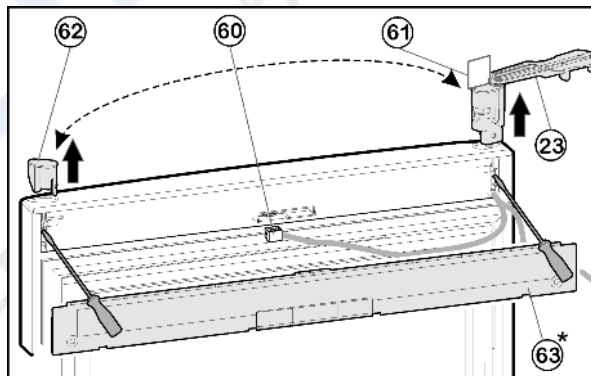

Fig. 11
- ▶ С помощью отвёртки выведете из зацепления крышку Fig. 11 (62) на дверце.
- ▶ Отсоедините разъем Fig. 11 (60).
- ▶ На верхней дверце поверните опорный кронштейн Fig. 11 (23) наружу параллельно краю дверцы.
► При помощи отвертки вытолкните опорный кронштейн Fig. 11 (23) снизу и снимите с двери вместе с кабелем.
► Извлеките пробку Fig. 11 (62) снизу при помощи отвертки и вставьте на другой стороне.
► Проденьте кабель опорного кронштейна Fig. 11 (23) на противоположной стороне и установите опорный кронштейн.
► Снимите шаблон Fig. 11 (61) и закрепите на опорном кронштейне.
► Вставьте разъем Fig. 11 (60).
► Зафиксируйте крышку Fig. 11 (63) на дверце.